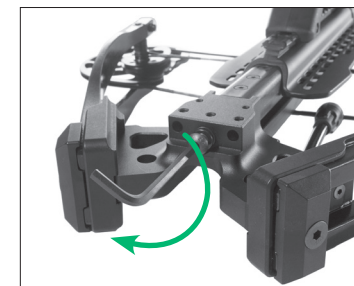

FIGURA 3
- Mientras desliza la corredera del cable hacia abajo por el riel, baje la parte delantera del conjunto de las palas y su soporte de modo que la corredera del cable pueda llegar a la parte posterior del canal en el riel. Vea la Figura 3.